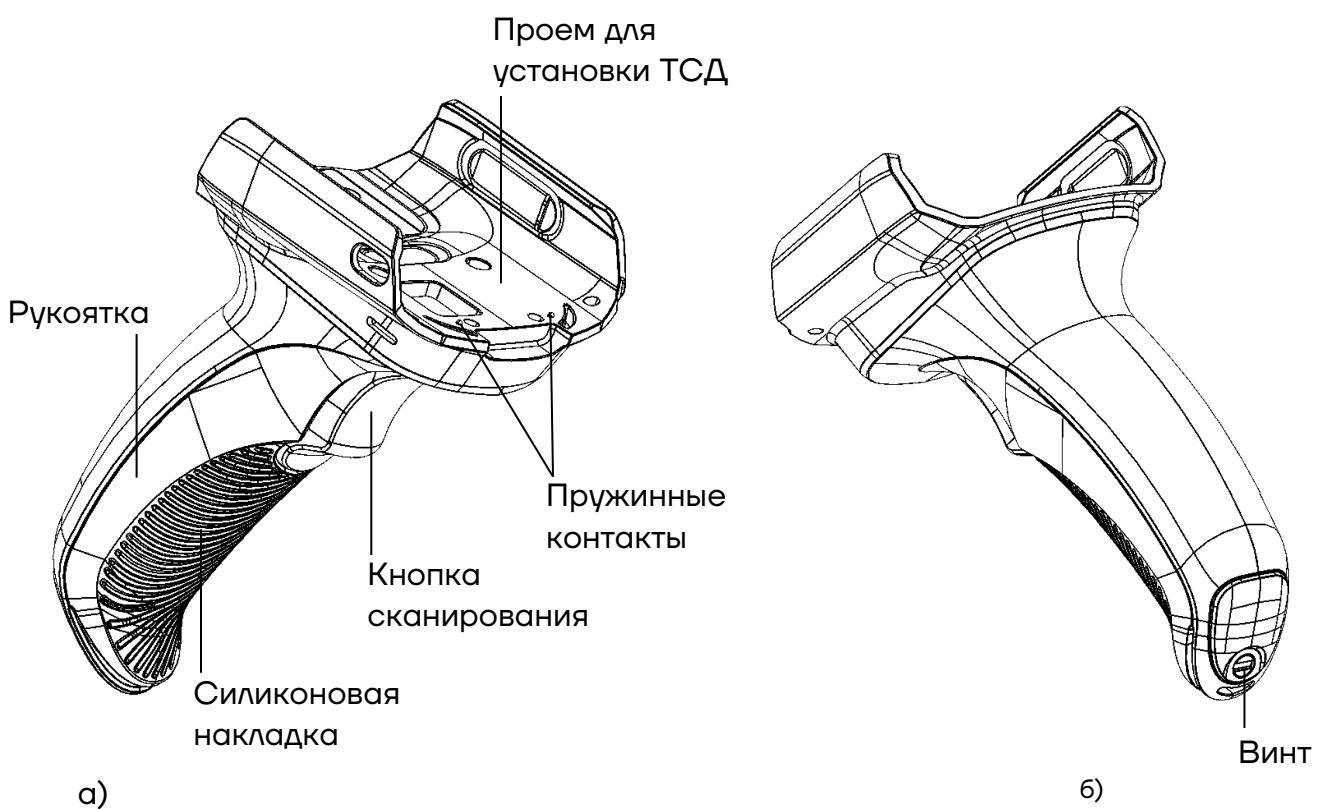
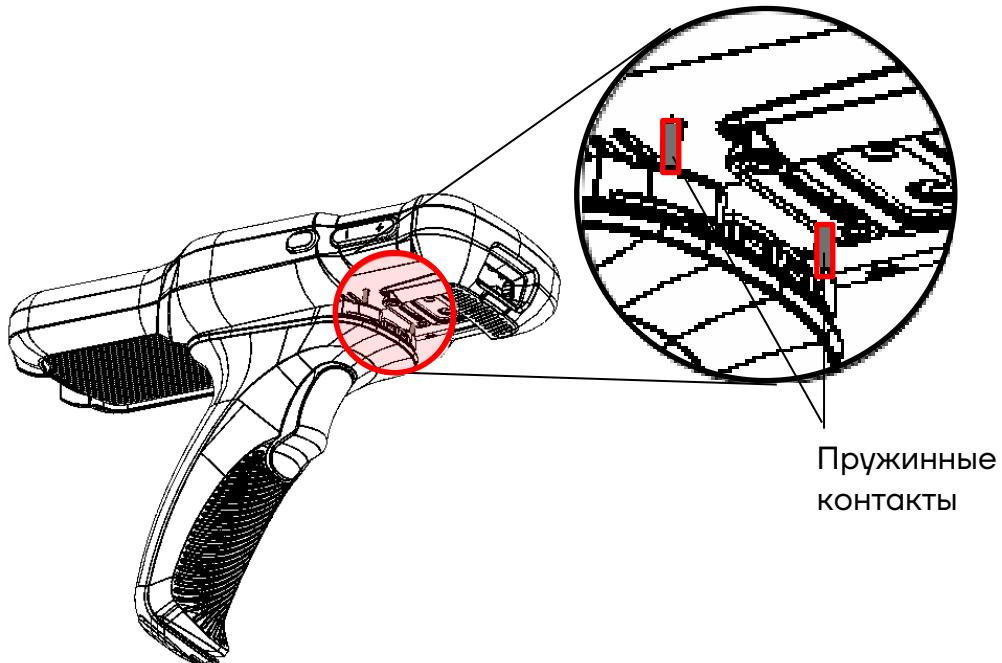

Рисунок 41. Вид пистолетной рукоятки сверху/слева/спереди
Рисунок 47. Расположение контактных пружин для питания ПР
Пистолетная рукоятка (рисунок 41) предназначена для крепления к корпусу терминала сбора данных АТОЛ Smart.Prime, что упрощает работу с ТСД при проведении большого количества операций по считыванию штрихкодов, нанесенных на товар.
- 2** Следить за тем, чтобы при установке клеммы на рукоятке совпали с контактами на ТСД (см. поз. 16 рисунка 2 на странице 10, рисунок 41 и рисунок 47).
Питание пистолетной рукоятки осуществляется от ТСД АТОЛ Smart.Prime, установленного на ПР, при нажатии на кнопку сканирования ПР питание передается через пружинные контакты (см. рисунок 47).